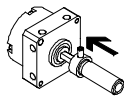

Bild 7
2. Skjut medbringaren till anslaget på utgående axeln (Bild 7).